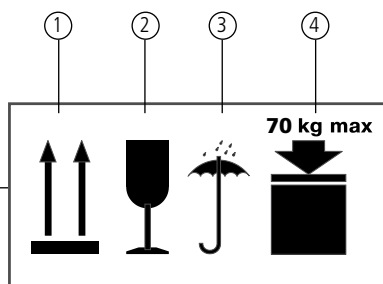

Figure 12
- étiquette comportant des symboles de manutention pour le transport et l'entreposage de l'unité livrée (Figure 12);